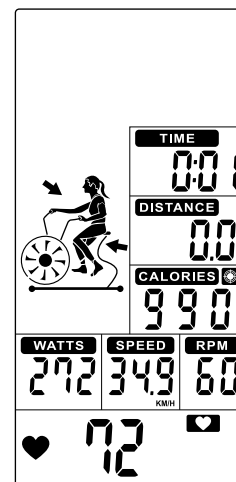

FIGURA 44
- O valor de CALORIAS predefinido entra em contagem regressiva, TEMPO (display 3), Distância (display 4), WATTS (display 6), VELOCIDADE (display 2) e RPM (display 1) começam a contar. (Figura 44).